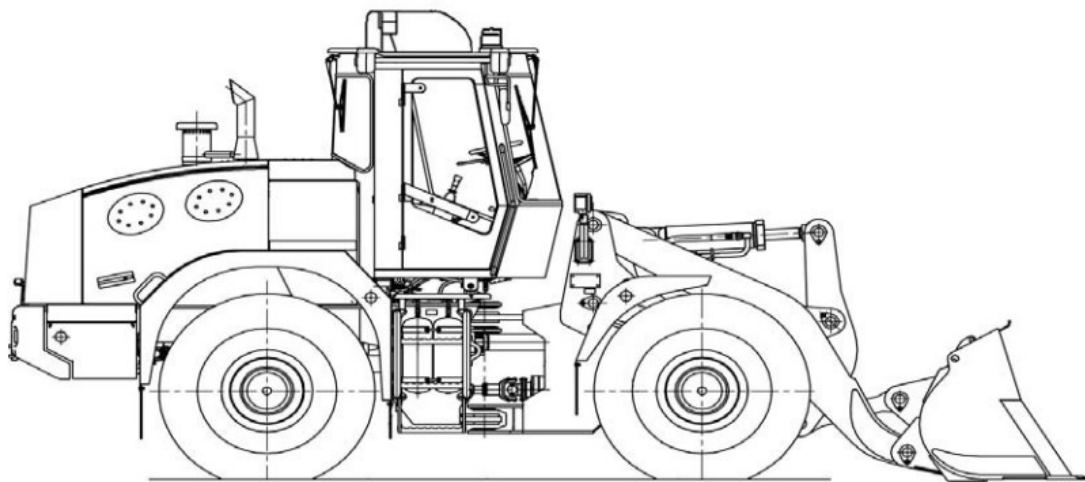

Fig.1.1 Vista general de un cargador PK55
Un cargador PK55 (en adelante, el "cargador") (ver Fig. 1.1) está diseñado para manipular cualquier categoría I (II) tierra y suelos sueltos para ser trasladados a pequeñas distancias, descargados en plataformas o en contenedores, y amontonado. El cargador está diseñado para realizar las siguientes operaciones: